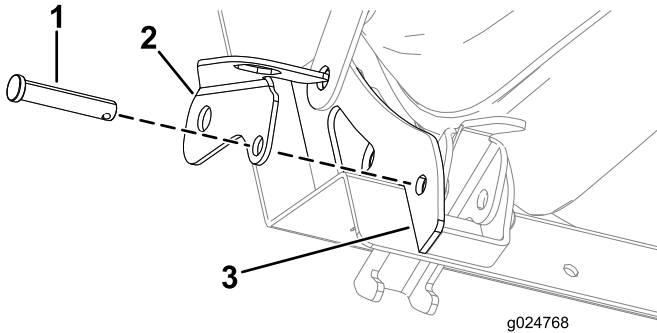

Figura 56
3. Introduzca el pasador parcialmente a través del soporte del enganche (Figura 56).
4. Alinee el soporte del enganche y el pasador con el taladro de la pestaña exterior del asiento (Figura 56).